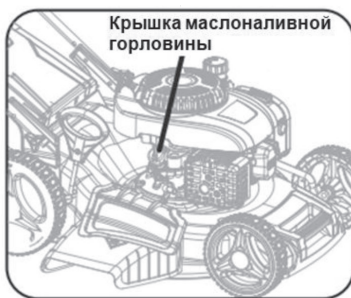

Рис.19
3. Откройте крышку маслоналивной горловины (рис. 19)